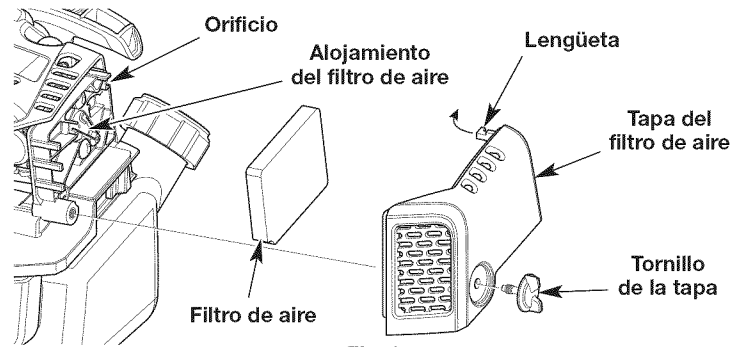

Fig. 25
1. Desenrosque completamente el tornillo de la tapa. Gire la cubierta del filtro de aire hacia la derecha. Extraiga la tapa del filtro de aire del alojamiento de dicho filtro (Fig. 25).
2. Extraiga el filtro de aire de su alojamiento (Fig. 25).
6. Vuelva a instalar el filtro de aire en su alojamiento (Fig. 25).
7. Inserte la lengüeta sobre la cubierta del filtro de aire dentro del orificio en el alojamiento del filtro de aire. Gire la cubierta del filtro de aire hacia la izquierda. Oprima la tapa del filtro de aire nuevamente en el alojamiento de dicho filtro. Inserte el tornillo de la tapa dentro de la tapa del filtro de aire. Apriete el tornillo de la tapa para sujetar dicha tapa (Fig. 25).